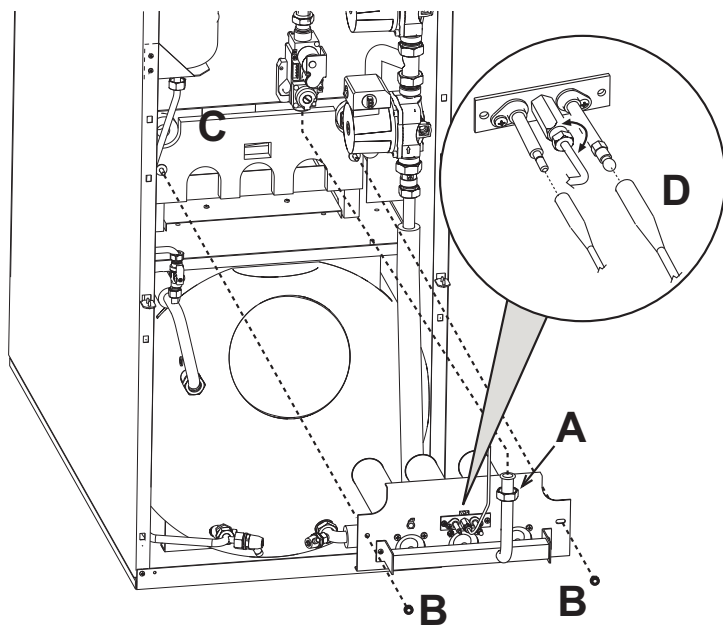

рис. 23 - Демонтаж горелок
- Развинтите две гайки "В" крепления дверцы камеры сгорания к чугунным элементам корпуса котла (рис. 23)